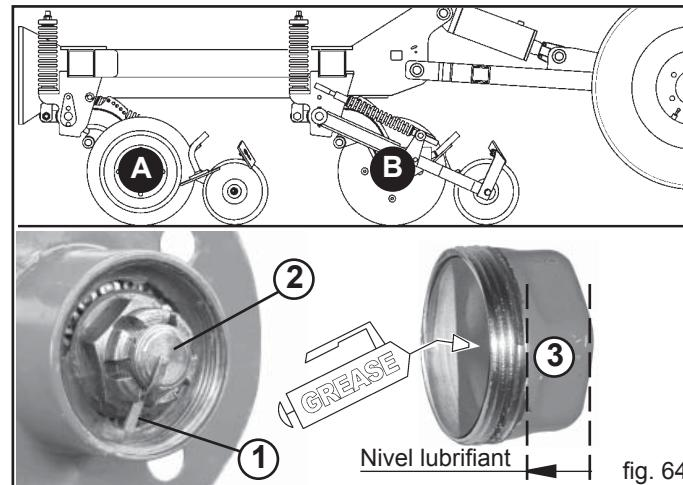

fig. 64
PERIODIC	<ul style="list-style-type: none"> - Controlați periodic axurile discurilor brăzdare și ale roților căruciorului posterior. Dacă este necesar, recuperați eventualele jocuri ale cuplajului, în modul următor: <ol style="list-style-type: none"> 1) Îndepărtați capacul butucului. Fiți atenți la filetările drepte și stângi: rând de semănare anterior (A, Fig. 64) utilizează fi letări stângi, contrar rândului posterior (B, Fig. 64) care are fi letări drepte. 2) Îndepărtați siguranța (1, Fig. 64). 3) Strângeți piulița (2, Fig. 64) pentru a elimina jocul, dar fără a bloca rotația butucului. 4) Introduceți lubrifiant în orificiul butucului până la nivelul (3) indicat în Figura 64. 5) Remontați siguranța și închideți capacul. - Controlați presiunea pneumaticilor semănătorii (Vezi 3.1 DATE TEHNICE).